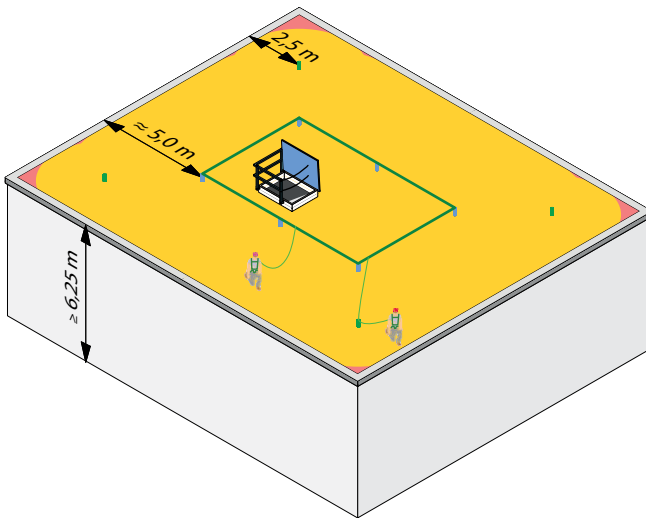

Abb. 9: Ausstattungsklasse 2: Ein Sturzauffangsystem kombiniert mit EAP in den Ecken
- Bei einem Absturzschutzsystem kombiniert mit EAPs oder mit unterschiedlichen Abständen zum Dachrand, ist Alleinarbeit ausgeschlossen (siehe Abb. 9).